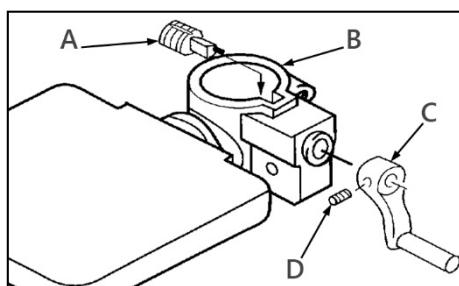
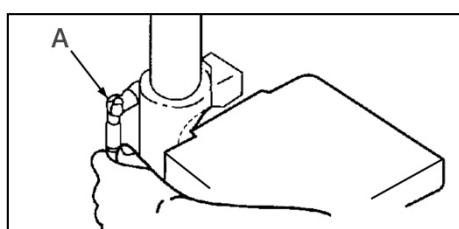

Рисунок 4.
Рисунок 6.
Установите рукоятку (A) фиксации рабочего стола (рис. 6).
Для перемещения стола вверх – ослабьте рукоятку фиксации и вращайте рукоятку (C) (рис. 4) по часовой стрелке, для перемещения стола вниз – вращайте рукоятку против часовой стрелки. После установки нужного положения затяните рукоятку-фиксатор (A) (рис. 6).